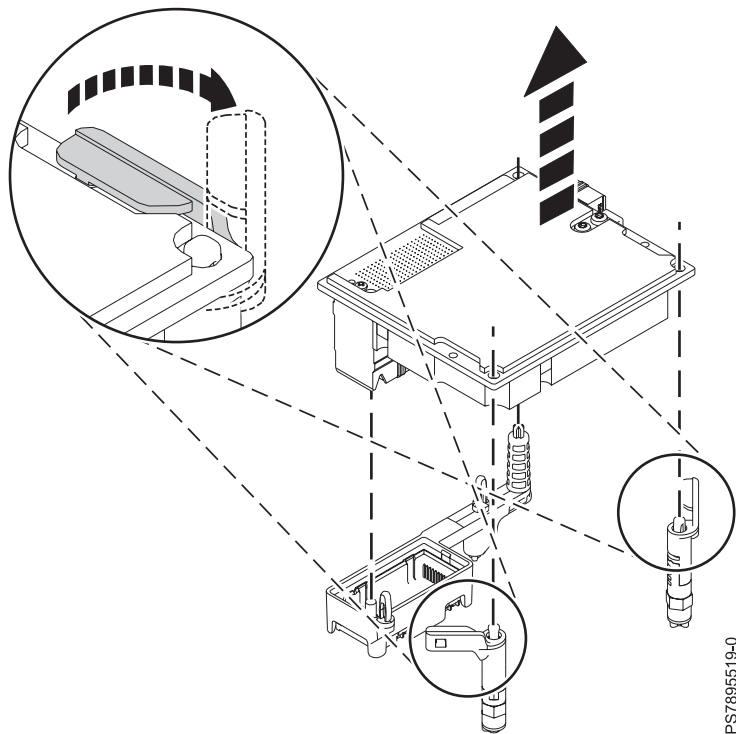

Figure 29. Retrait d'une carte réseau de son connecteur
5. Tirez sur les deux pattes de déverrouillage bleues du logement pour les ouvrir (voir figure 29).